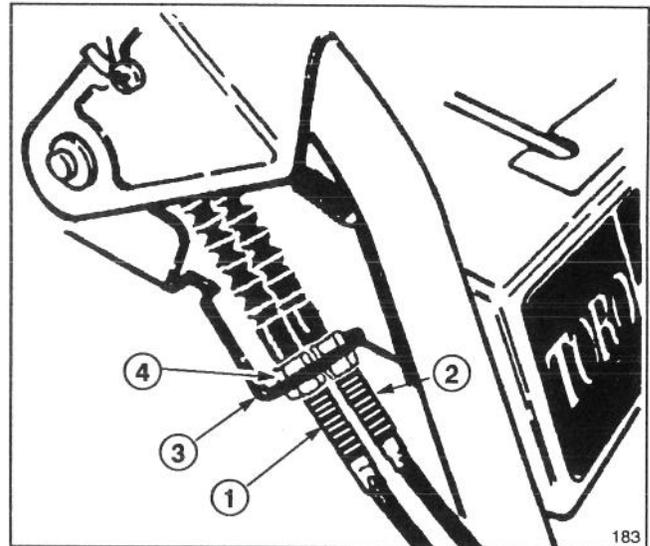

Figure 30
4. Desserrez le contre-écrou supérieur fixant le câble de la tarière/roue hélice au support de fixation (fig. 30).
RÉGLAGE DE LA COURROIE D'ENTRAÎNEMENT DE TRACTION (fig. 30)
8. Desserrez les contre-écrous qui tiennent le câble de commande (correspondant à la courroie à remplacer) au support (fig. 30). Le câble doit pouvoir glisser librement dans le support lors du changement d'une ou plusieurs courroies.